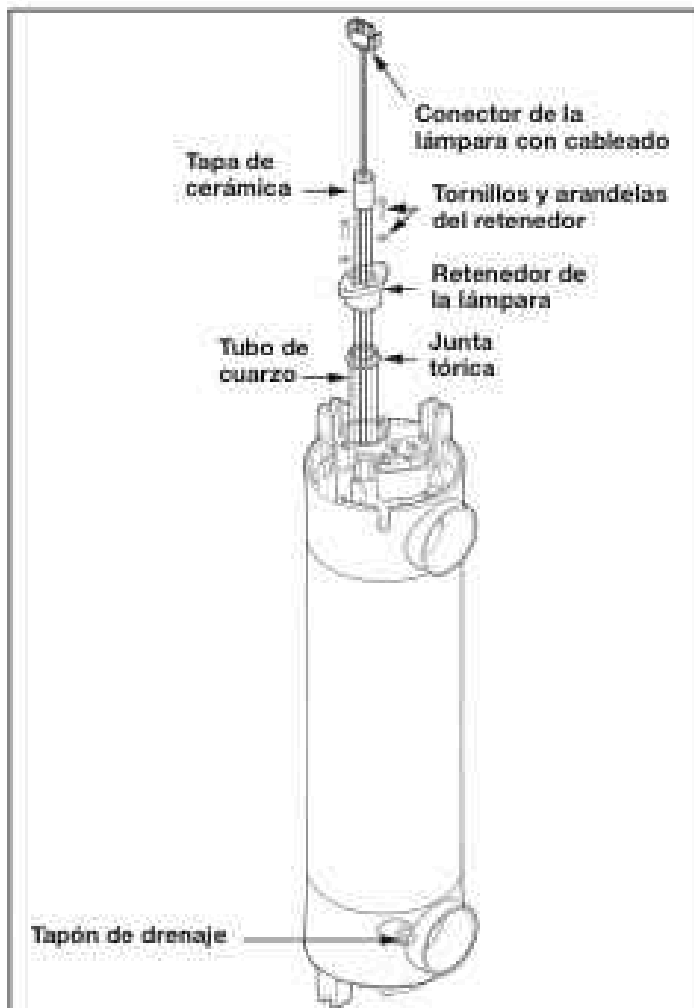

Figura 15. Subconjunto del reactor UV
3. Antes de continuar, espere a que los tubos de cuarzo se enfrien. Quite el tapón de vaciado para drenar el agua del reactor UV. Vuelva a colocar el tapón una vez que el agua deje de salir del reactor UV. Consulte la Figura 15.
4. Sujete los cables de la lámpara UV y tire suavemente hasta que la parte superior de la lámpara UV pase las pestañas del retenedor de la lámpara. Consulte la Figura 15.
6. Después de extraer las lámparas, quite los tornillos de la parte superior del retenedor de la lámpara con la llave hexagonal suministrada con la bolsa de piezas. Deje en un lugar seguro los tornillos, las arandelas y el retenedor. Consulte la Figura 15.
7. Sujete el tubo de cuarzo desde la parte superior del reactor UV y tire para extraerlo del reactor UV. Consulte la Figura 15.
8. Retire la junta tórica de la parte superior del tubo de cuarzo. Coloque todo en un lugar seguro. Consulte la Figura 15.